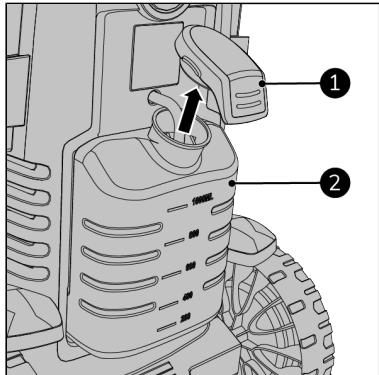

Figure 82.
1. Retirez le bouchon (Figure 82, pos. 1) du réservoir d'agent nettoyant (Figure 82, pos. 2) à l'arrière de l'appareil.
3. Remettez le bouchon en place (Figure 82, pos. 1).